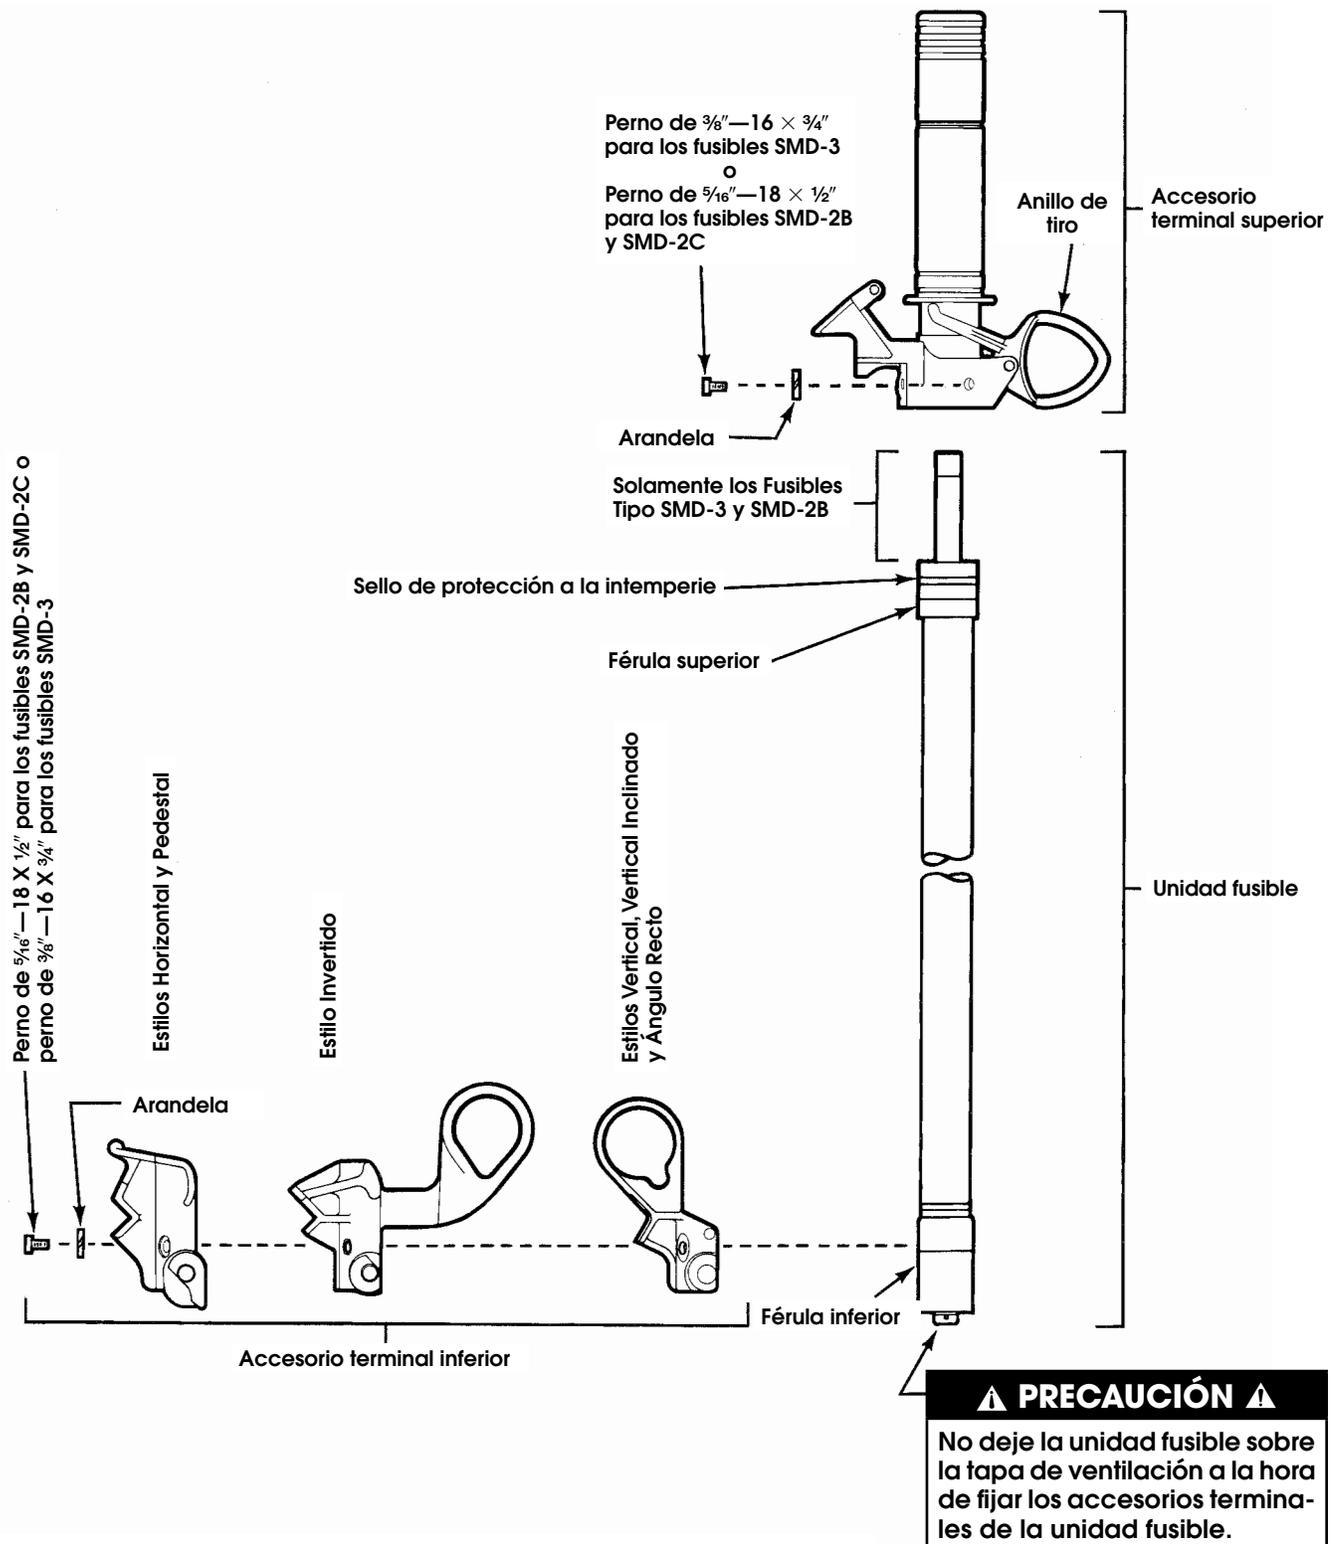

Figura 2. Accesorios terminales para las Unidades Fusibles SMD-2B, SMD-2C Y SMD-3.
Paso 1 Verifique el accesorio terminal superior para asegurarse de que el tubo percutor se deslice libremente. Ver la Figura 1 o Figura 2 según sea el caso. Si el tubo percutor no se desliza libremente, utilice un accesorio terminal superior nuevo.
Asegúrese de que el sello de protección a la intemperie esté puesto sobre la ranura que está ubicada en la férula superior de la unidad fusible. Ver la Figura 1 o Figura 2 según sea el caso.
Fije el accesorio terminal superior a la férula superior de la unidad fusible utilizando los pernos de $\frac{5}{16}$ "—18 X $\frac{1}{2}$ " de acero inoxidable y las arandelas que vienen con el accesorio terminal superior en el caso de las Unidades Fusibles SMD-2B y SMD-2C; o utilice los pernos de $\frac{3}{8}$ "—16 X $\frac{3}{4}$ " de acero inoxidable y las arandelas que vienen con el accesorio terminal superior en el caso de la Unidades Fusibles SMD-3. Ver Figura 2. Los orificios del soporte en el accesorio terminal superior determinan la posición correcta.